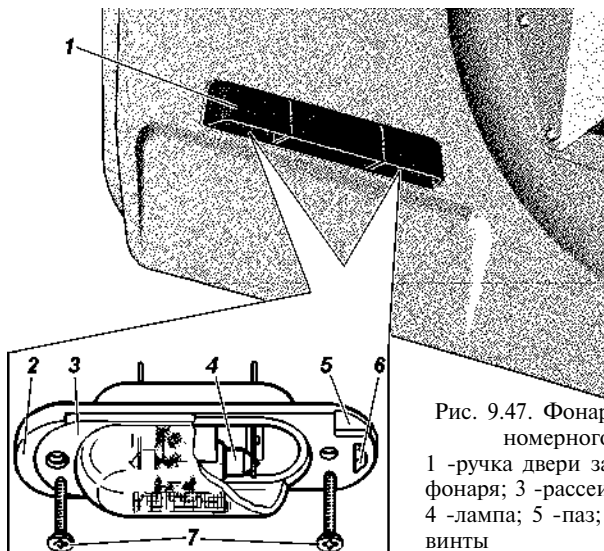

Рис. 9.47. Фонари освещения номерного знака:
**Фонари освещения номерного знака** установлены в ручке двери задка. Для замены лампы отверните винты 7 (рис. 9.47)